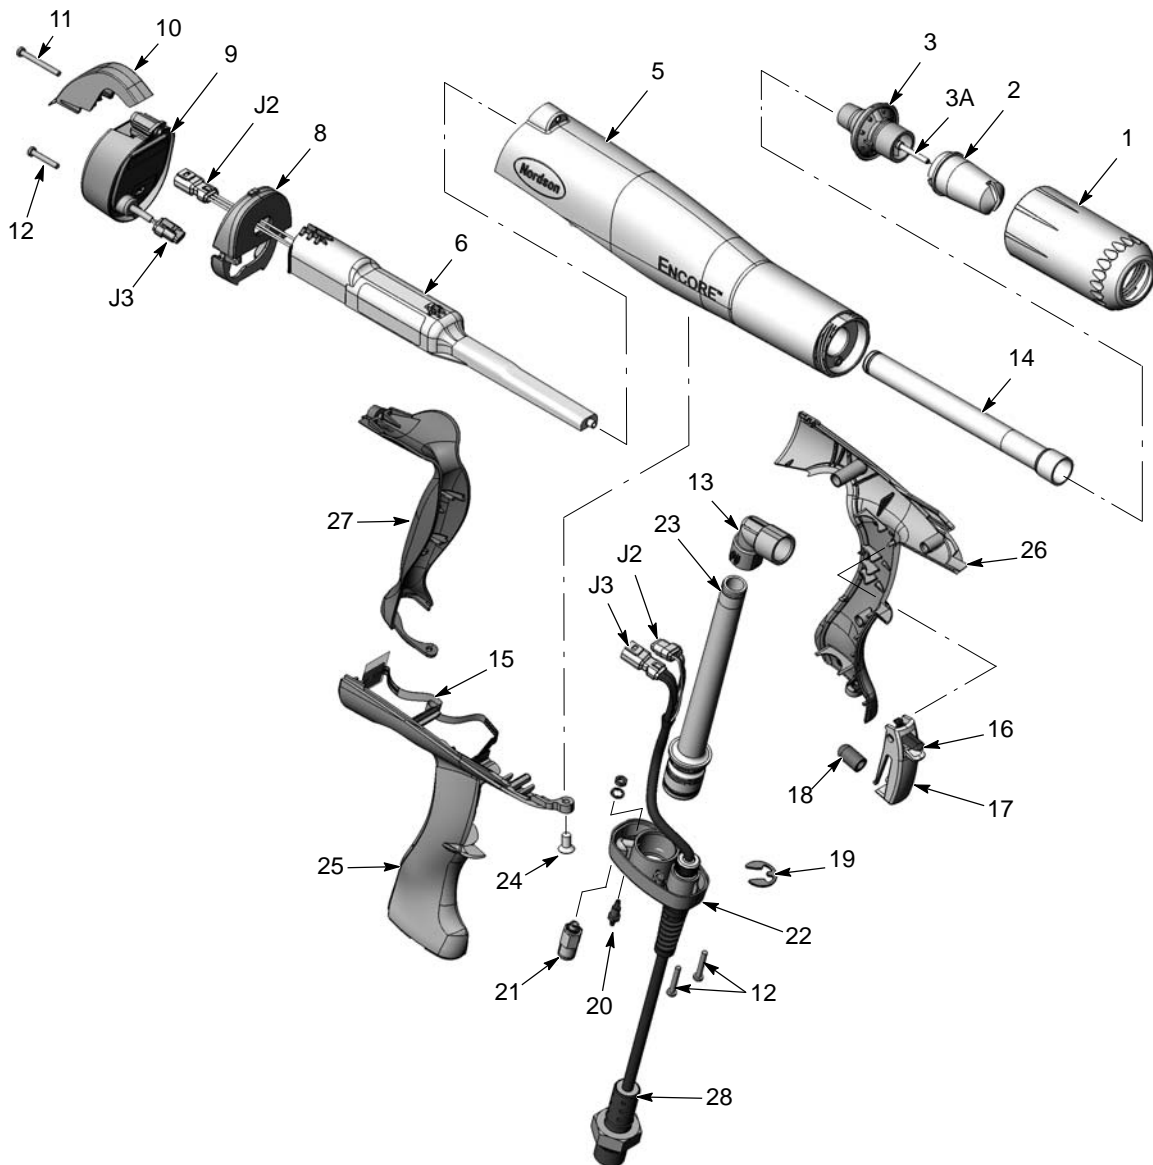
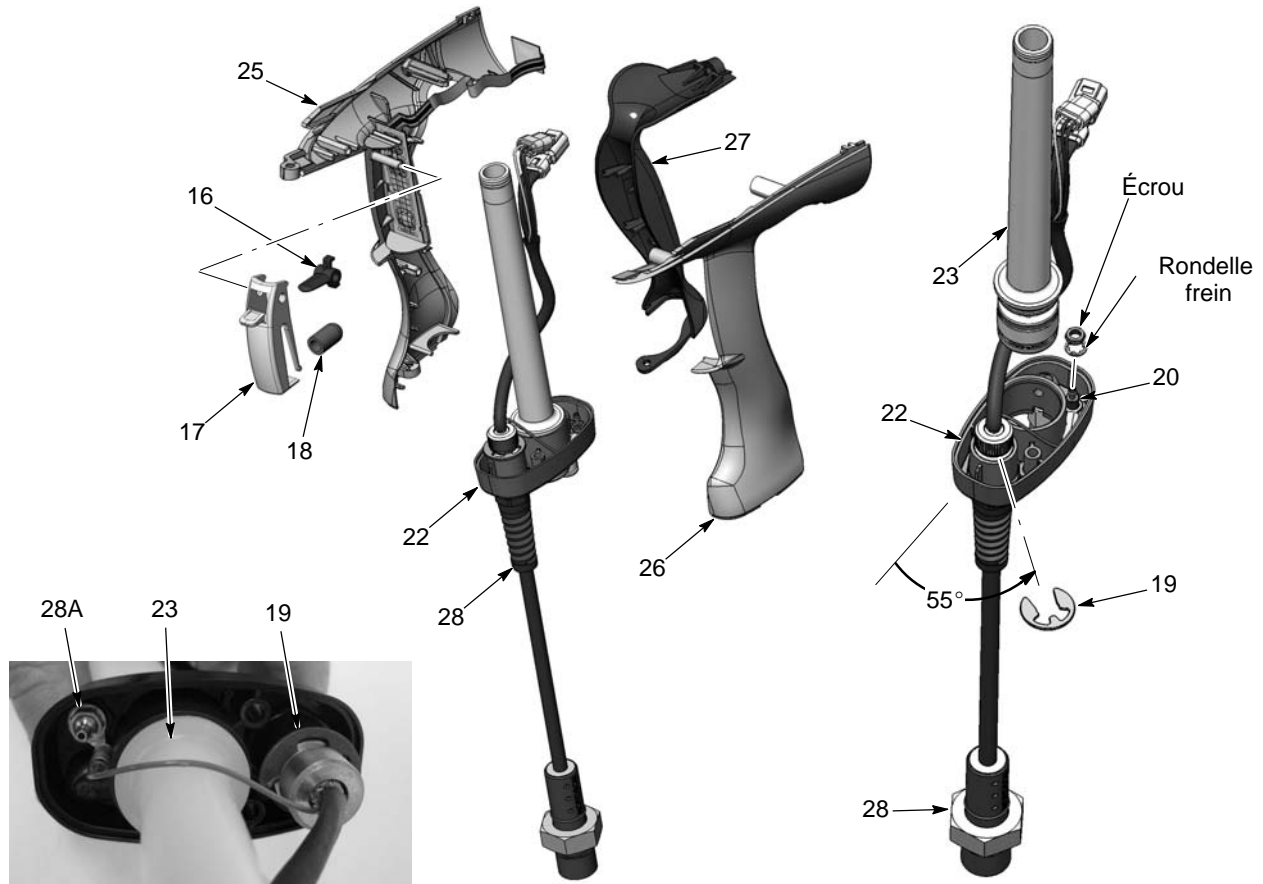
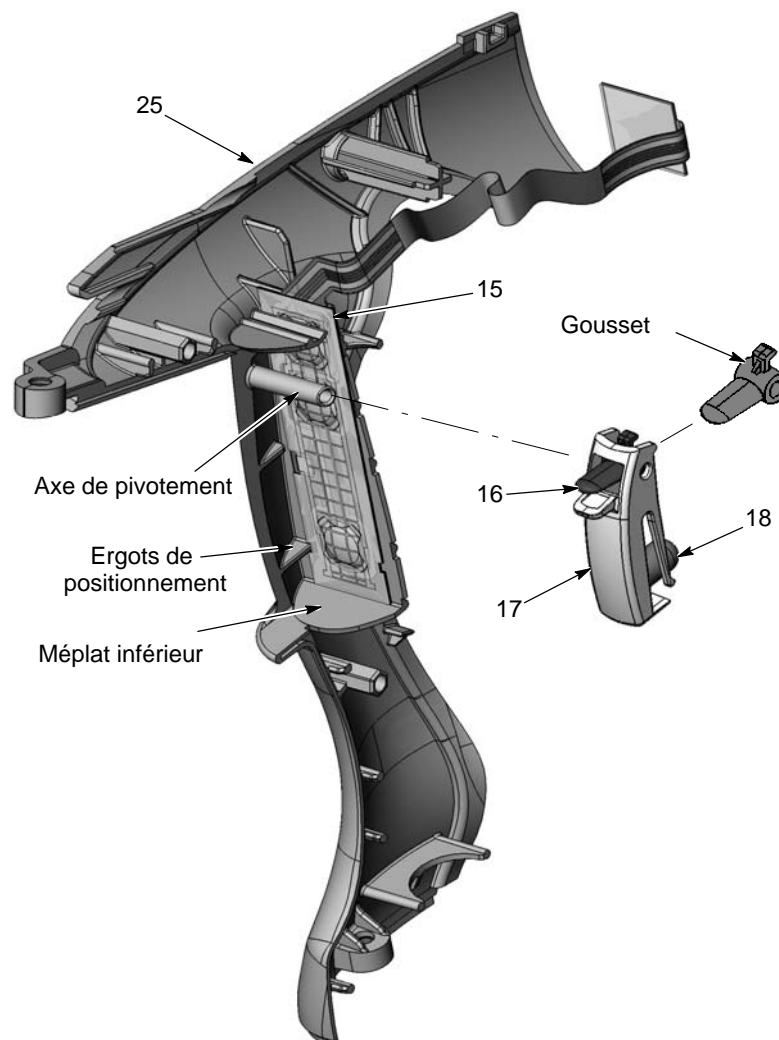

Fig. 5-3 Vue éclatée du pistolet de pulvérisation (numérotation identique à celle de la liste des pièces détachées)
Fig. 5-9 Phase finale du démontage du pistolet
Fig. 5-10 Commutateur de gâchette et montage de la gâchette
Voir les figures 5-3 et 5-4 ainsi que les figures qui accompagnent les étapes de désassemblage.
12. Voir la figure 5-9. Séparer les parties droite et gauche de la poignée (25, 26).
14. Retirer le tube à poudre d'entrée (23) de la base avec un léger mouvement de torsion.
15. Utiliser une douille de 1/4 de pouce pour retirer l'écrou et la rondelle frein du raccord cannelé (20) et débrancher la cosse annulaire de terre du raccord.
16. Retirer prudemment la bague de retenue (19) du câble (28) (elle peut en être éjectée par effet ressort), puis retirer le câble (28) de la base.
1. Voir la figure 5-9. Faire passer le câble (28) à travers la base de la poignée (22) et le bloquer à la base avec la bague de retenue (19). Positionner la bague de retenue avec l'angle illustré.
2. Monter le double raccord cannelé (20) dans la base et faire glisser la borne du fil de terre du câble sur le raccord. Monter la rondelle frein à denture interne ainsi que l'écrou sur le raccord et serrer l'écrou.
3. Si le clapet anti-retour (21, Fig. 5-3) a été retiré, le visser dans la base. Ne pas trop serrer le clapet.
4. Monter le tube d'entrée muni des joints toriques (23) dans la base de la poignée (22).
5. Voir la figure 5-10. S'il a été retiré, monter le commutateur de gâchette (15) sur le méplat de montage de la poignée de droite (25) en utilisant les ergots de positionnement et le méplat du bas pour l'orienter. Appuyer fermement sur le commutateur pour le bloquer en place.
6. Monter l'actionneur (18) sur le bossage de la gâchette principale (17). Noter l'orientation du gousset de la gâchette de paramétrage (16), puis l'insérer dans la gâchette principale. Aligner les trous de pivotement dans les gâchettes, puis glisser celles-ci sur l'axe de pivotement sur la moitié droite de la poignée.
10. Voir la figure 5-9. Accrocher la pastille de terre (27) derrière les ergots de positionnement à l'arrière des poignées et faire tourner la pastille dans sa position contre la poignée.